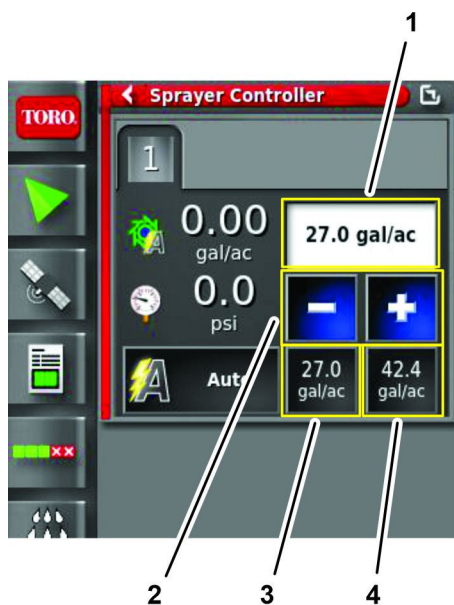

Figura 159
4. Si el caudal no es correcto, puede cambiar el caudal seleccionando un caudal preestablecido, modificando el caudal de forma incremental, o seleccionando el caudal actual e introduciendo manualmente el caudal de aplicación (Figura 159).